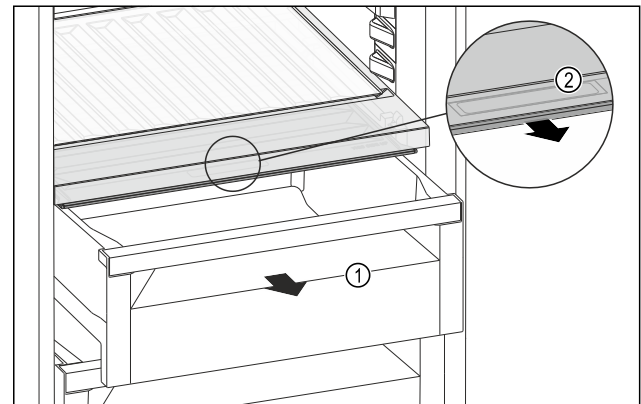

Fig. 115
- ▶ Schubfach Fig. 115 (1) herausziehen.
- ▶ Griffmulde Fig. 115 (2) am Fachdeckel anfassen und Fachdeckel gleichzeitig nach vorne ziehen.